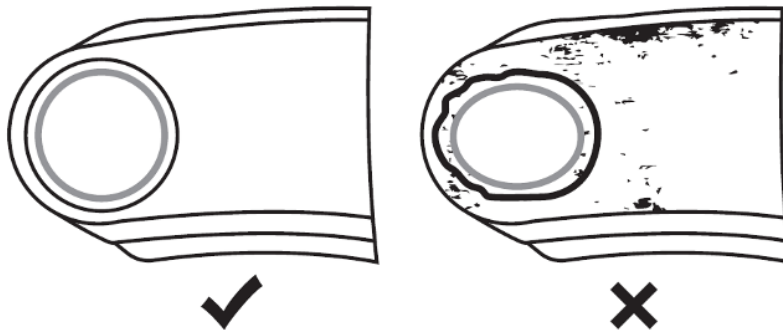

Figura 1.
- Antes de instalar la junta esférica, asegúrese de que todas las superficies de contacto estén libres de óxido, residuos y rebabas. Inspeccione la brida de montaje del brazo de control por signos de grietas, deformación y pérdida de la redondez. Si encuentra estos defectos, no reutilice el cuerpo del brazo de control. **Vea la Figura 1.**